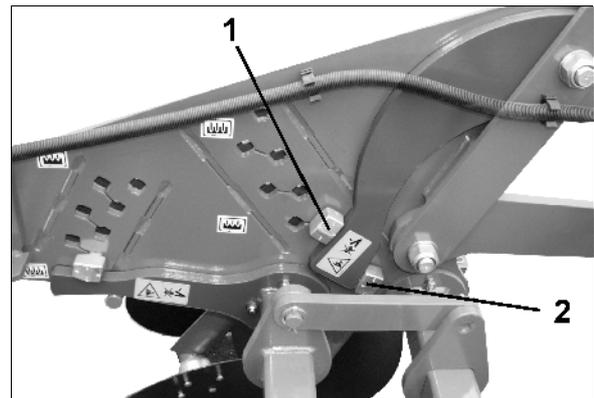

Fig. 31
- Cambiando de lugar el perno excéntrico (Fig. 31/1) a uno de los sitios previstos de pasador:
- Por giro del perno excéntrico (Fig. 31/1)
Los sitios de pasador (Fig. 31/1) seleccionados deben coincidir a ambos lados. A ambos lados del aparato deben ajustarse las mismas cifras impresas sobre los topes de los pernos excéntricos.
Si el comportamiento de penetración de las palas no es suficiente, posicionar el 3er. perno excéntrico (Fig. 31/2) directamente debajo de los brazos de apoyo. De esta manera, las palas son cargadas adicionalmente por el rodillo.